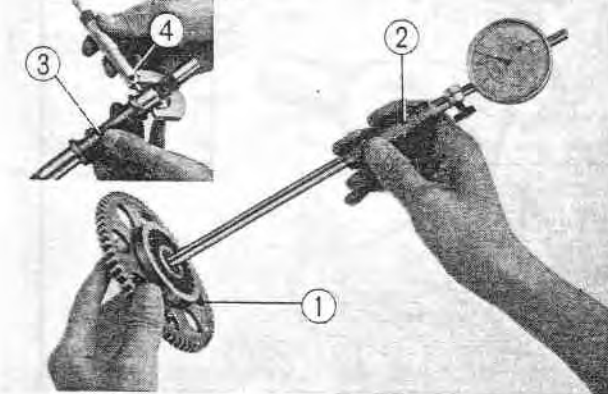

Fig. 3-94 ① Pignon de kick
2. Contrôler l'alésage du pignon de kick au moyen d'un comparateur d'alésage et le diamètre de l'axe de kick au moyen d'un palmer; si ces dimensions ne sont pas comprises dans les limites d'utilisation indiquées dans le tableau ci-dessous, les pièces doivent être remplacées. (Fig. 3-94)